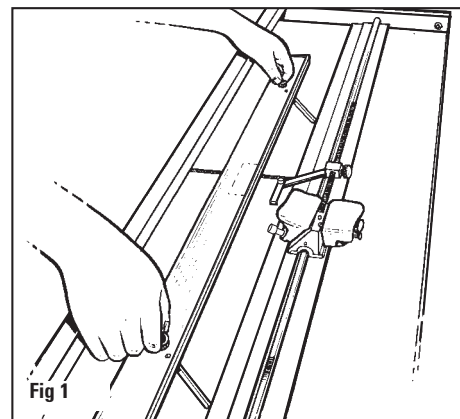

Fig 1
2. Per rilasciare la guida del passepartout, allentare le manopole nere di due giri. Far scorrere la guida del passepartout nelle scanalature angolate finché il bordo anteriore della guida non si trovi lungo l'incremento del righello della guida della larghezza del margine che si desidera tagliare. Fig. 1